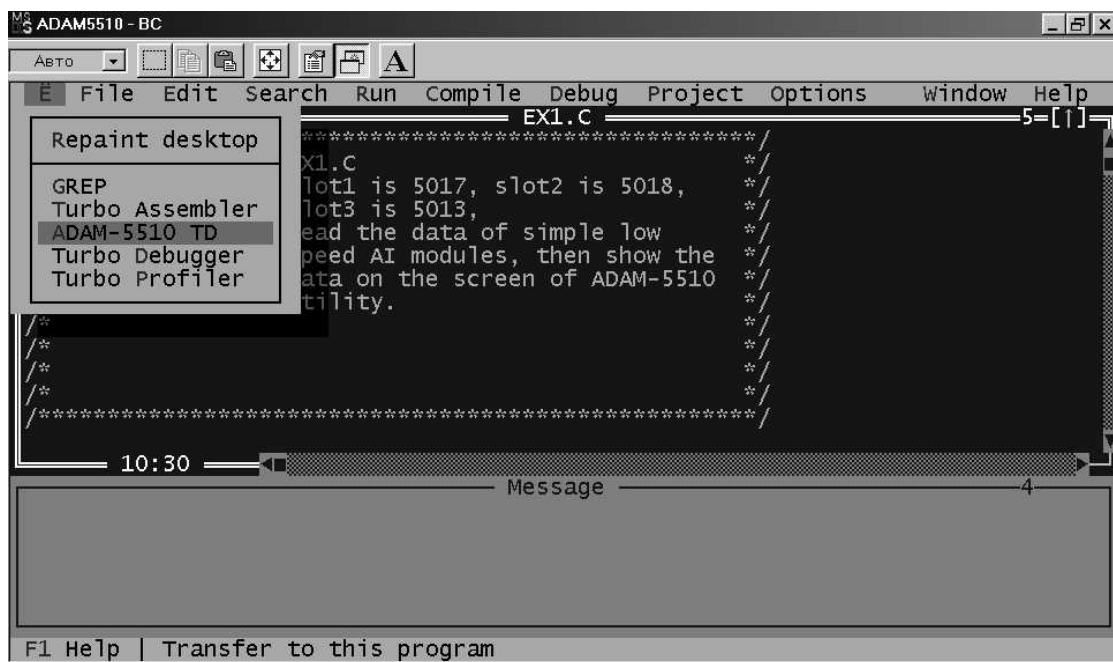

Рис. 6-11. Установление связи с ADAM-5510 для удаленной отладки
10. Теперь для осуществления отладки программ в ADAM-5510 с помощью Turbo Debugger следует выбрать соответствующий пункт из меню, как это показано на рис. 6-11.